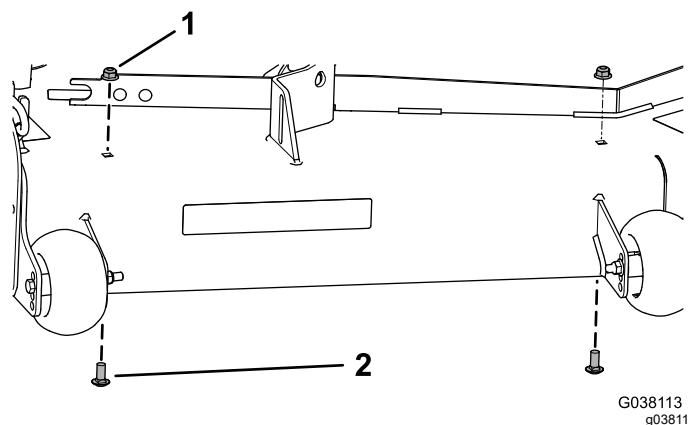

Figura 23
1. Remova as duas porcas flangeadas existentes (3/8 pol.) e dois parafusos de carroçaria (3/8 pol. x 7/8 pol.) da plataforma do cortador (Figura 23).